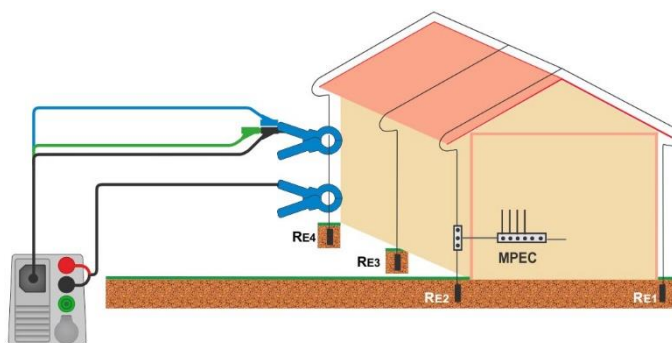

Figura 7.73: Medición de resistencia de tierra sin contacto
- › Conecte las pinzas al objeto a prueba, vea la **Figura 7.73**.